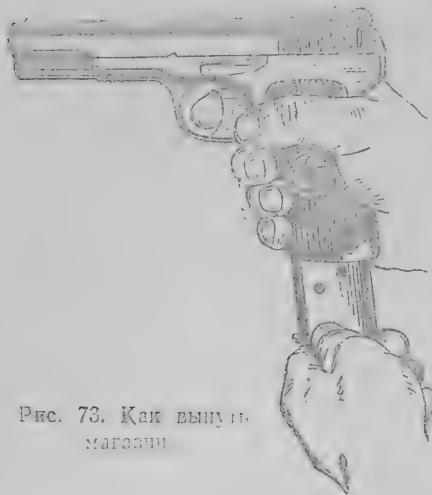

Рис. 73. Как вынуть магазин
1) вынуть магазин: удерживая пистолет в правой руке за рукоятку, большим пальцем этой же руки надавить на пуговку защелки магазина и левой рукой подхватить магазин (рис. 73); прежде чем производить дальнейшую разборку, проверить, нет ли патрона